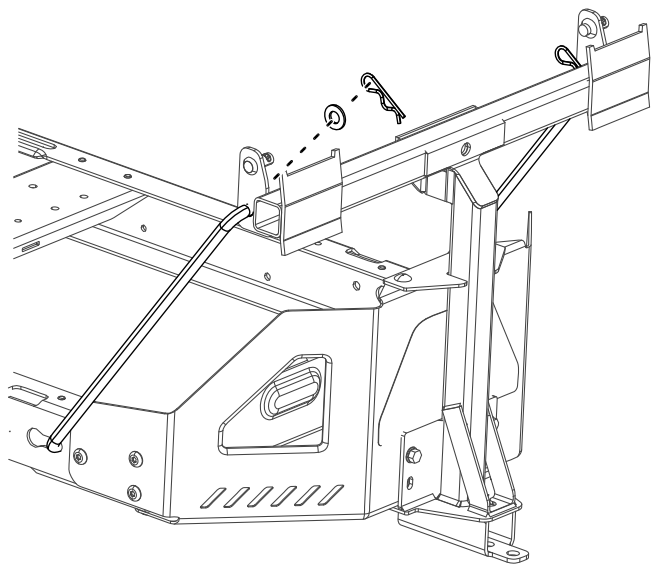

図 8
4. 機体フレームの左側にあるキー付きスロットに、ロッドの曲がって太い方の端部を差し込み、ロッドを後方にずらしてフレームに取り付ける図 8。
5. ロッドの曲がった方の端部を、図 8のようにアタッチメントマウントに差し込み、各ロッドの端部をワッシャとヘアピンコッターで固定する。
2. ピボットフレームにピボットブラケットを取り付ける 図 8。